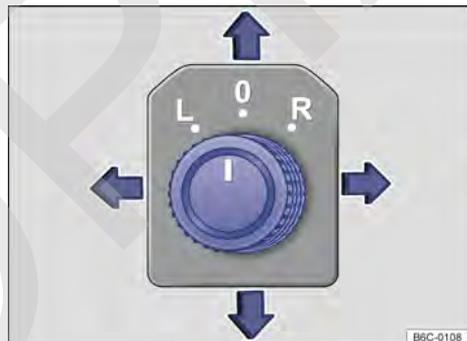

Fig. 81 En la puerta del conductor: mando giratorio de ajuste de los espejos retrovisores externos eléctricos.
- Girar el mando giratorio en la puerta del conductor hasta el símbolo deseado → **fig. 81**.